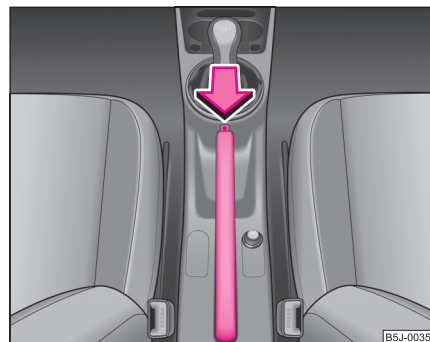

Fig. 102 Consola centrală: Frâna de staționare
- Acționați maneta puțin în sus și în același timp apăsați butonul de blocare ⇒ fig. 102.